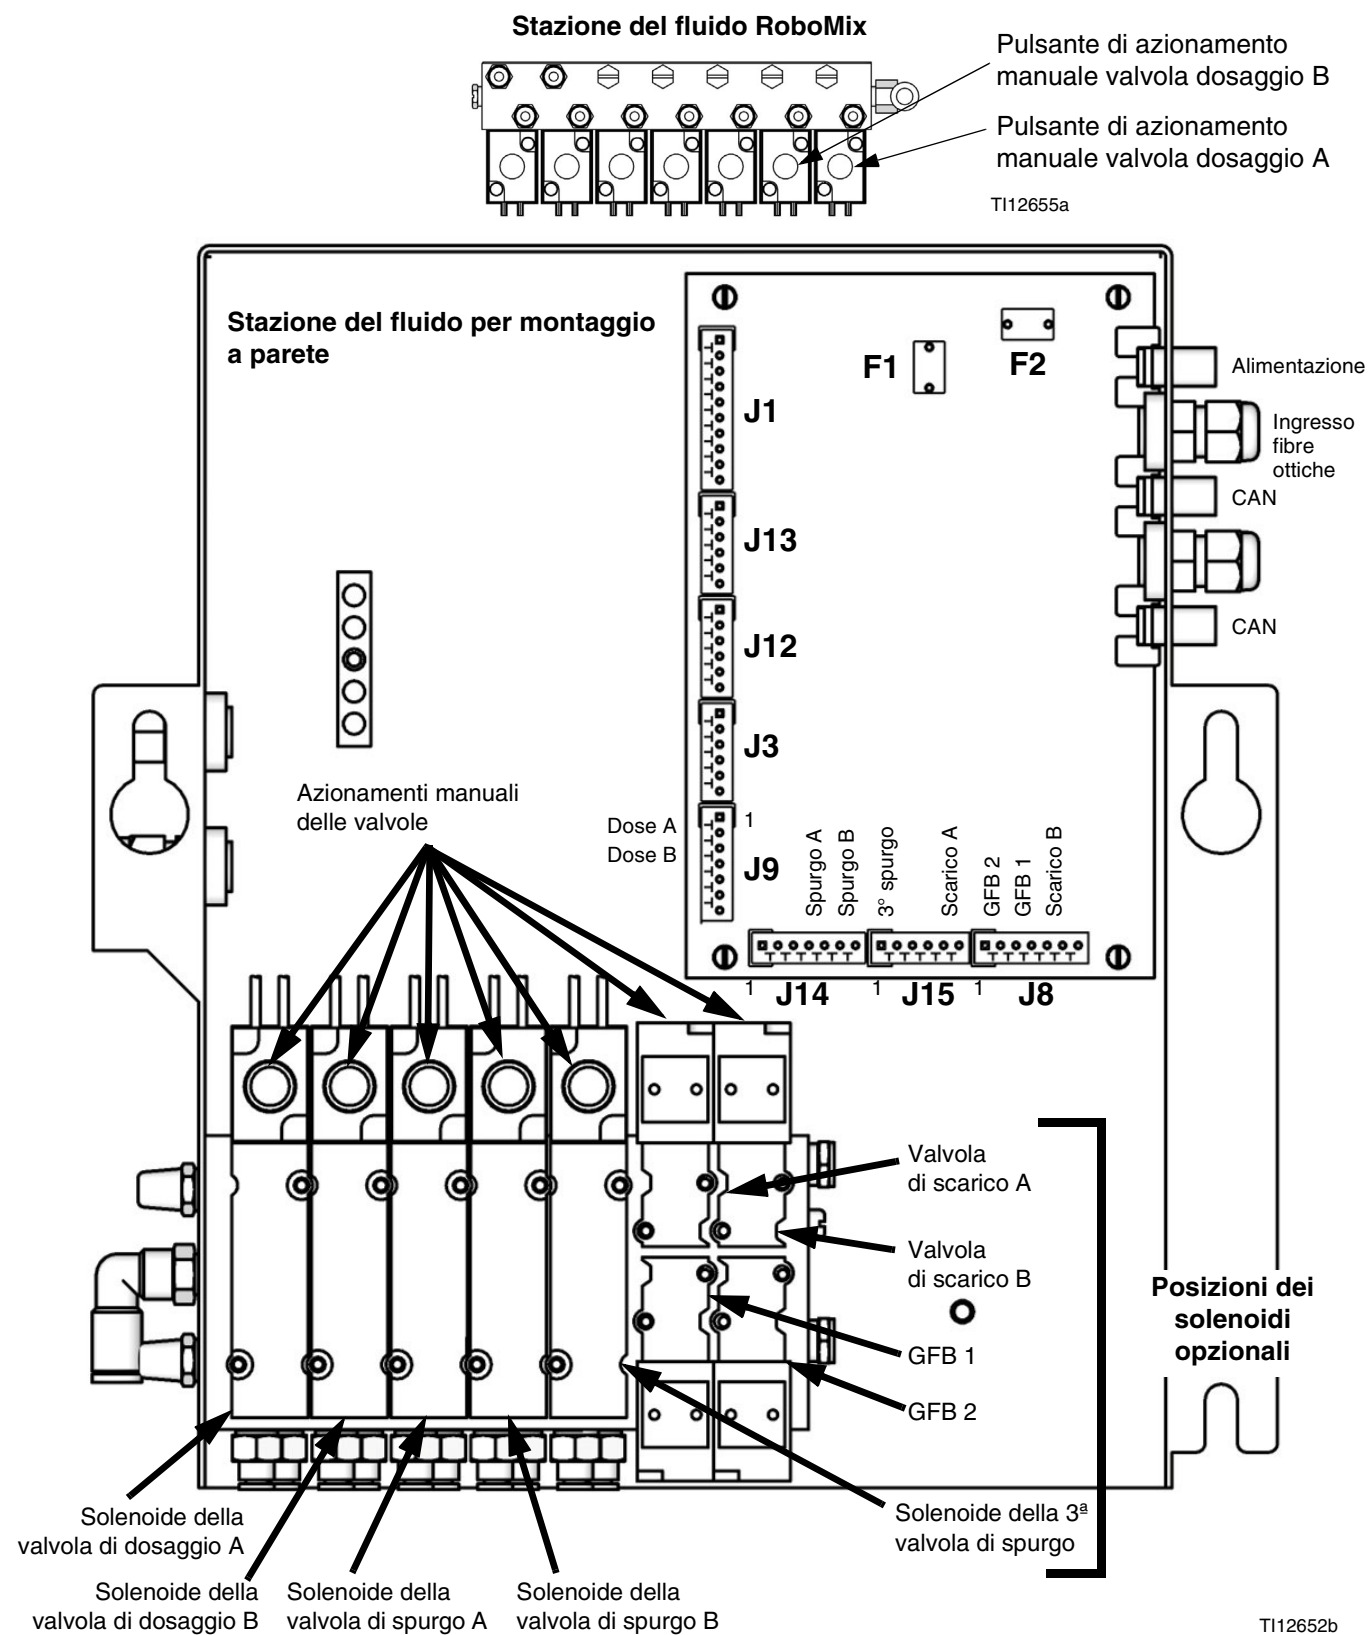

FIG. 5. Scheda e solenoidi della stazione del fluido
2. Con la pistola attivata, attivare il comando manuale sui solenoidi delle valvole di dosaggio A e B per scaricare la pressione. Vedere la FIG. 5.
5. Con la pistola attivata, attivare il comando manuale sui solenoidi delle valvole di spurgo A e B per scaricare la pressione dell'aria e del solvente. Vedere la FIG. 5. Verificare che la pressione del solvente sia ridotta a 0.
3. Premere e mantenere premuto il comando manuale del solenoide della valvola di scarico A, FIG. 5.
5. Premere e mantenere premuto il pulsante di comando manuale della valvola di scarico B, FIG. 5.
7. Premere e mantenere premuto il comando manuale del solenoide della valvola di scarico A, FIG. 5.
9. Premere e mantenere premuto il pulsante di comando manuale della valvola di scarico B, FIG. 5.
3. Guasto del solenoide.	Mettere in funzione le valvole manualmente togliendo il coperchio del pannello del fluido e premendo e rilasciando i pulsanti di controllo manuale della valvola del solenoide. FIG. 5. Utilizzare le procedure diagnostiche della scheda di controllo per verificare i segnali. Se i segnali non si attivano correttamente, passare a Causa 4. Le valvole dovrebbero aprirsi di scatto e chiudersi rapidamente. Un'eventuale lentezza nell'attuazione delle valvole può essere causata da: - Pressione dell'aria degli attuatori delle valvole troppo bassa. Vedere Causa 1. - Il solenoide è ostruito. Accertarsi che nell'alimentazione dell'aria sia installato un filtro di 5 micron. - Qualcosa restringe l'elettrovalvola o la tubatura. Controllare l'uscita dell'aria dalla linea per il corrispondente solenoide quando la valvola è azionata. Pulire l'ostruzione. - Una delle valvole di erogazione è troppo serrata. Per le impostazioni, consultare il manuale di funzionamento del ProMix 2KS. - La pressione del fluido è alta e quella dell'aria è bassa. - La guarnizione per fluido nella valvola è guasta. Consultare il manuale della valvola corrispondente per ottenere informazioni sulla riparazione.